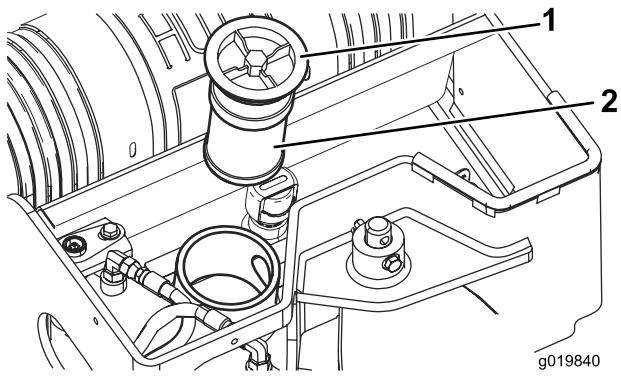

Figura 59
- Retire y deseche el filtro usado (Figura 59).
- Instale el filtro hidráulico nuevo y el tapón de llenado (Figura 59) y apriete el perno del tapón a 21–25 Nm.
- Retire el tapón de llenado del depósito hidráulico y el filtro (Figura 59).
- Instale el filtro hidráulico y el tapón de llenado (Figura 59) y apriete el perno del tapón a 21–25 Nm.